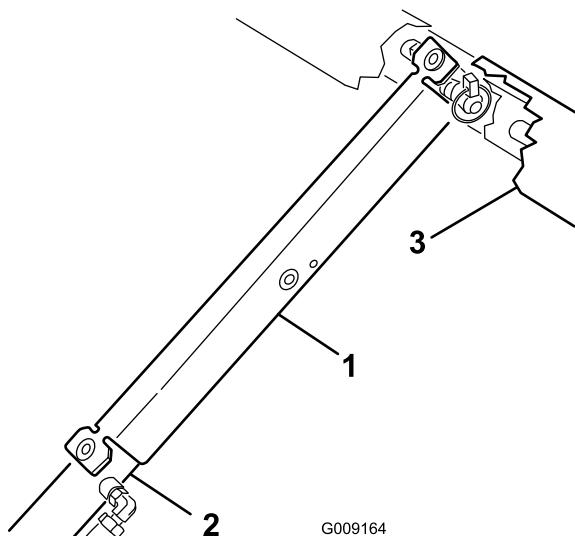

Figure 22
3. Poussez la béquille de sécurité du plateau sur la tige du vérin, et appuyez bien les pattes d'extrémité contre l'extrémité du corps du vérin et l'extrémité de la tige du vérin (Figure 22).